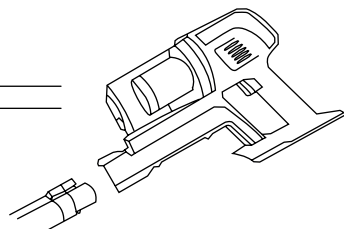

рис. 3
5. Установите металлическую трубку в сборе к ручному модулю пылесоса (рис.3).